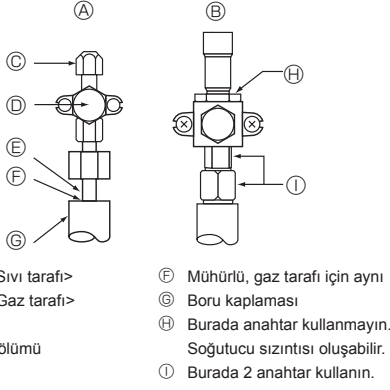

Fig. 4-5
4.4. Soğutucu borusu hava sızdırmazlığı test yöntemi (Fig. 4-5)
- Basınç (2) ve (3) adımda düşerse, gaz kaçağı var demektir. Gaz kaçağının kaynağını araştırın.